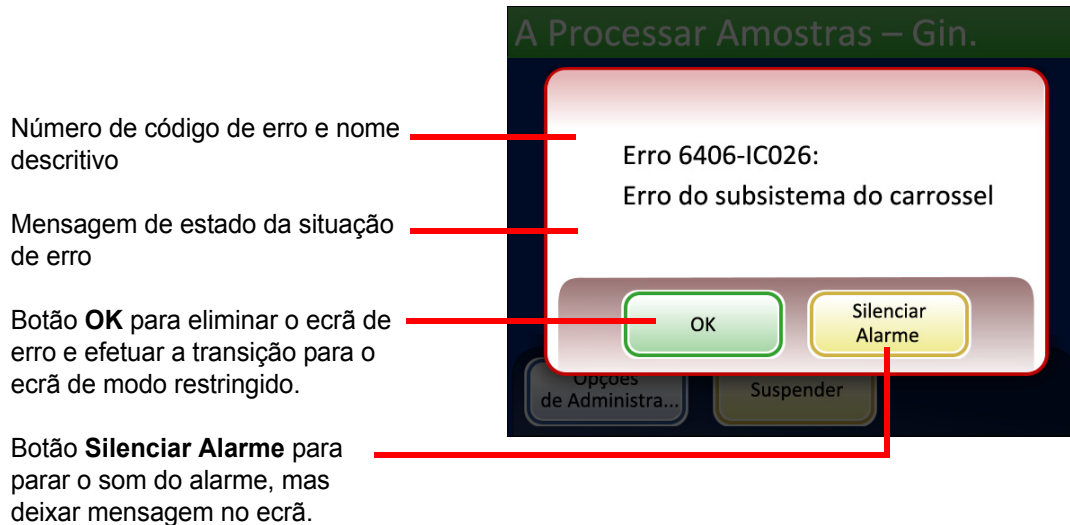

Figura 9-1 Deteção de um erro pelo sistema
- Exibe uma mensagem de erro e emite um alarme sonoro, se o mesmo estiver ativado (consulte Figura 9-1.) O sistema tenta recuperar (um minuto ou menos).